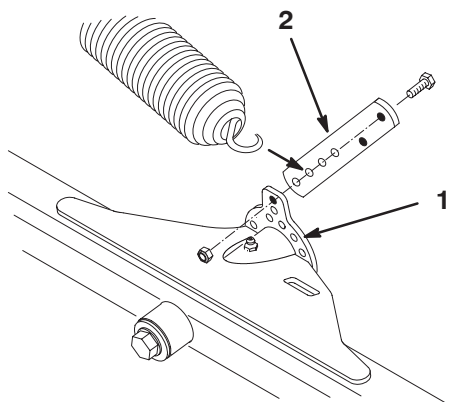

Figura 15
1. Monte un anclaje de muelle al lado interior trasero de cada pestaña de elevación de las unidades de corte delanteras con 2 tornillos de caperuza (1/4 x 3/4 pulg.) y contratuercas, según muestra la Figura 15.